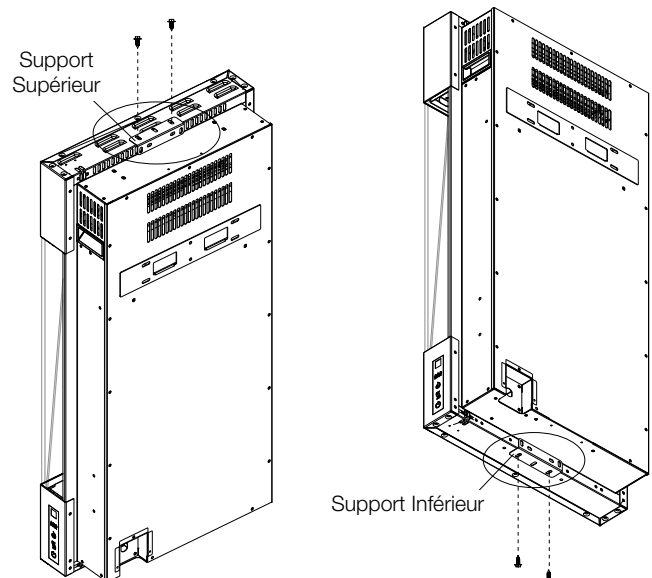

Fig. 1
3. Retirer les supports supérieur et inférieur (**Fig. 1**).
5. Insérer à nouveau l'appareil dans le renforcement, puis le fixer en place au niveau des supports supérieur et inférieur (**Fig. 1**).